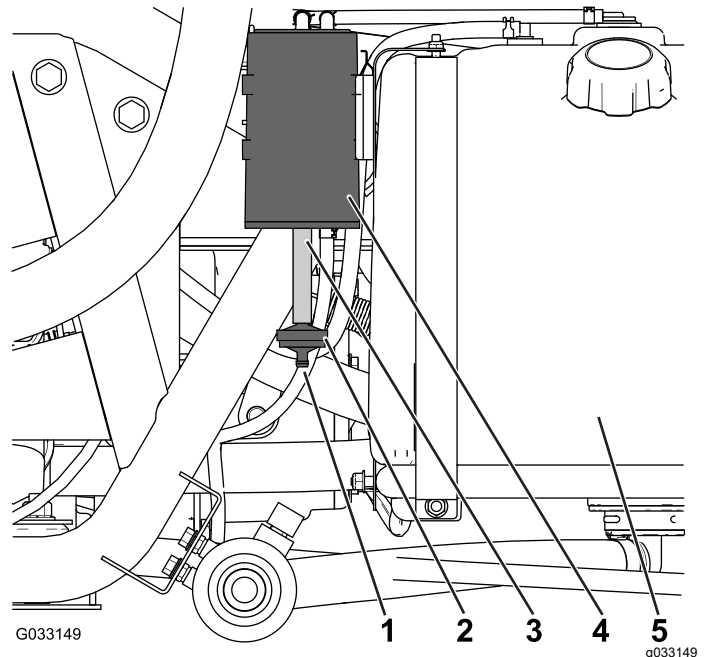

Figura 44
Compruebe el orificio de la parte inferior del filtro de aire del cartucho de carbono, y asegúrese de que está limpio y libre de residuos y obstrucciones (Figura 44).
1. Desconecte el acoplamiento dentado del filtro del cartucho de carbón de la manguera de la parte inferior del cartucho de carbono, y retire el filtro (Figura 44).